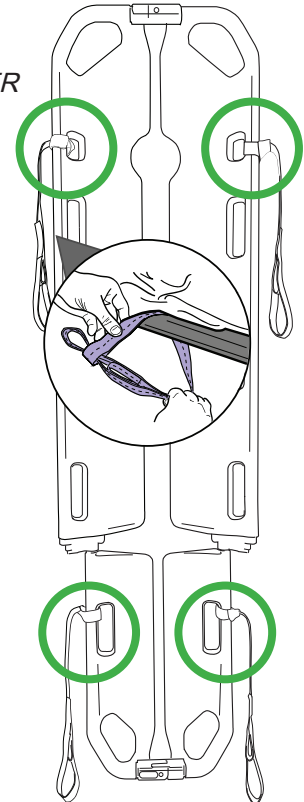

Abb. 3
- 3) Stellen Sie sicher, dass die **DOPPELSCHLAUFEN-BEFESTIGUNGSBÄNDER** an den richtigen Stellen angebracht wurden. Falls die vier Bänder noch nicht an der *Ferno EXL Schaufeltrage* angebracht sind, holen Sie dies nach und befestigen Sie die Gurte korrekt an den dafür vorgesehenen Stellen, siehe Abb. 3.